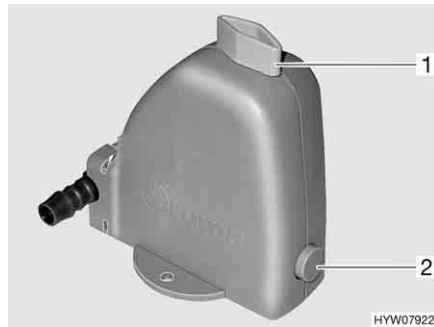

Fig. 60 Valvola di sicurezza/di scarico del boiler
Il boiler è dotato di una valvola di sicurezza/di scarico (Fig. 60). La valvola di sicurezza/di scarico impedisce che l'acqua congeli nel boiler in presenza di basse temperature esterne, quando il riscaldamento dell'autocaravan non è acceso.
- Chiudere la valvola di sicurezza/di scarico. A tal fine ruotare la manopola (Fig. 60,1) verticalmente rispetto alla valvola di sicurezza/di scarico e premere verso l'interno il bottone automatico (Fig. 60,2).
- Aprire la valvola di sicurezza/di scarico. A tal fine ruotare la manopola (Fig. 60,1) nel senso della lunghezza della valvola di sicurezza/di scarico. Il bottone automatico (Fig. 60,2) scatta all'infuori. Il boiler viene svuotato verso l'esterno tramite la valvola di sicurezza/di scarico.